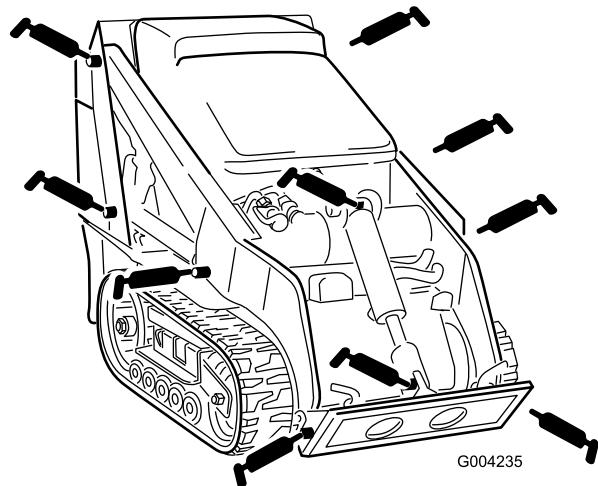
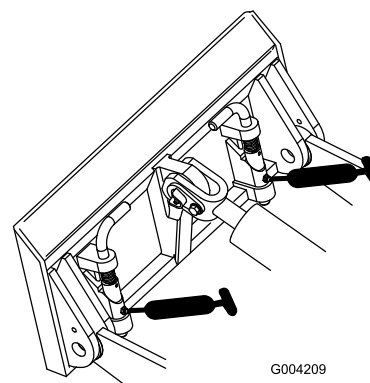

Figure 28
Figure 29
4. Raccordez une pompe à graisse à chaque graisseur (Figure 28 et Figure 29).